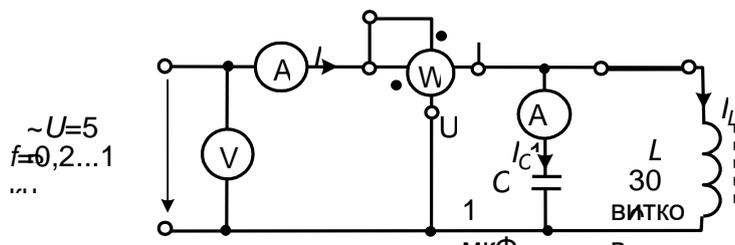

Рис. 11.3.
- Соберите цепь согласно схеме (рис. 11.3). В качестве катушки индуктивности с малым активным сопротивлением используйте обмотку трансформатора $W=300$ витков, вставив между подковами разъемного сердечника полоски бумаги в один слой. Монтажная схема такая же, как в предыдущей работе (рис. 10.3).